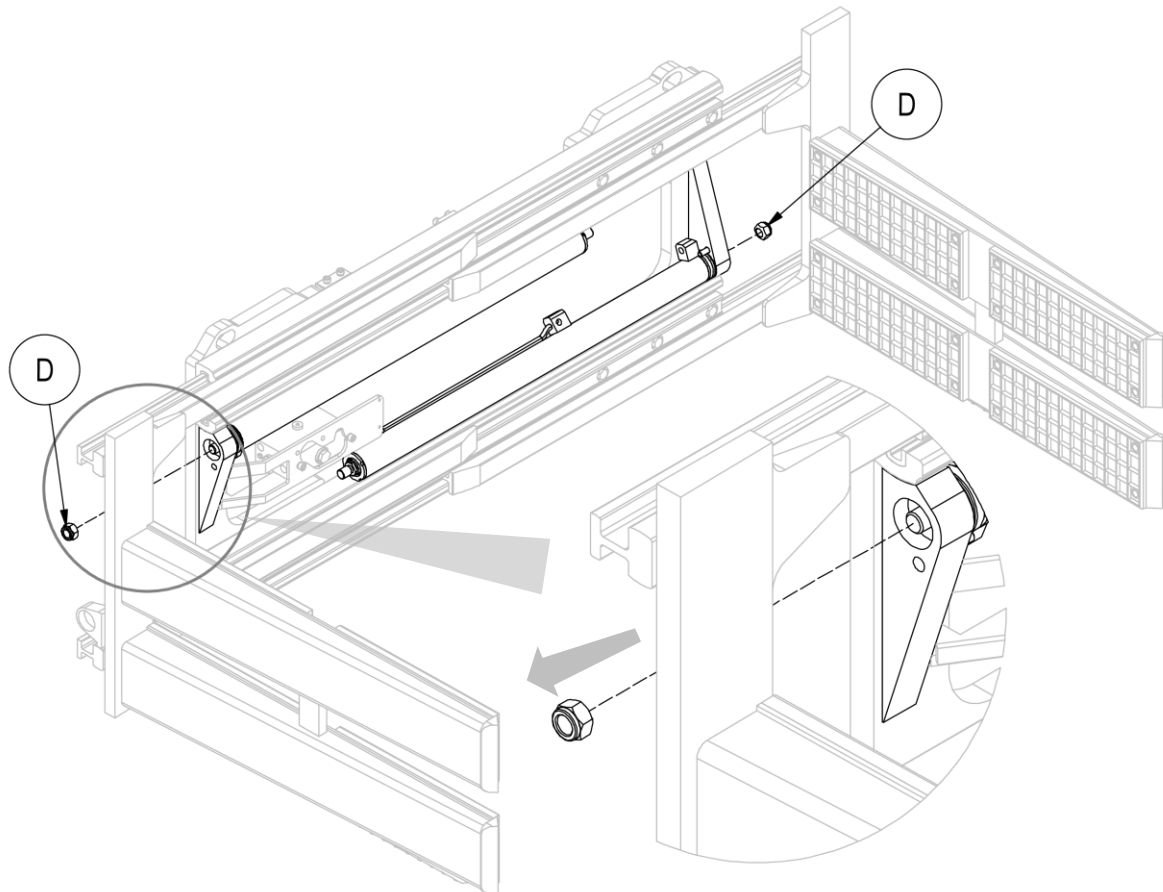

Abbildung 37
7. Schrauben Sie die Muttern D, mit denen die Zylinder an den Gabelzinken befestigt sind, ab und bauen Sie die Zylinder vorsichtig aus (siehe *Abbildung 37*).